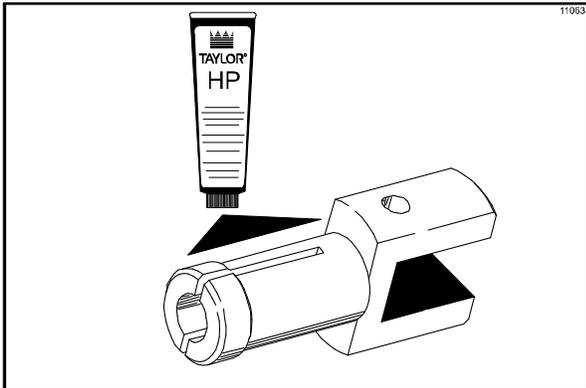

Figura 118
8. Lubrique el extremo pequeño del rotor. (Vea la figura 118).